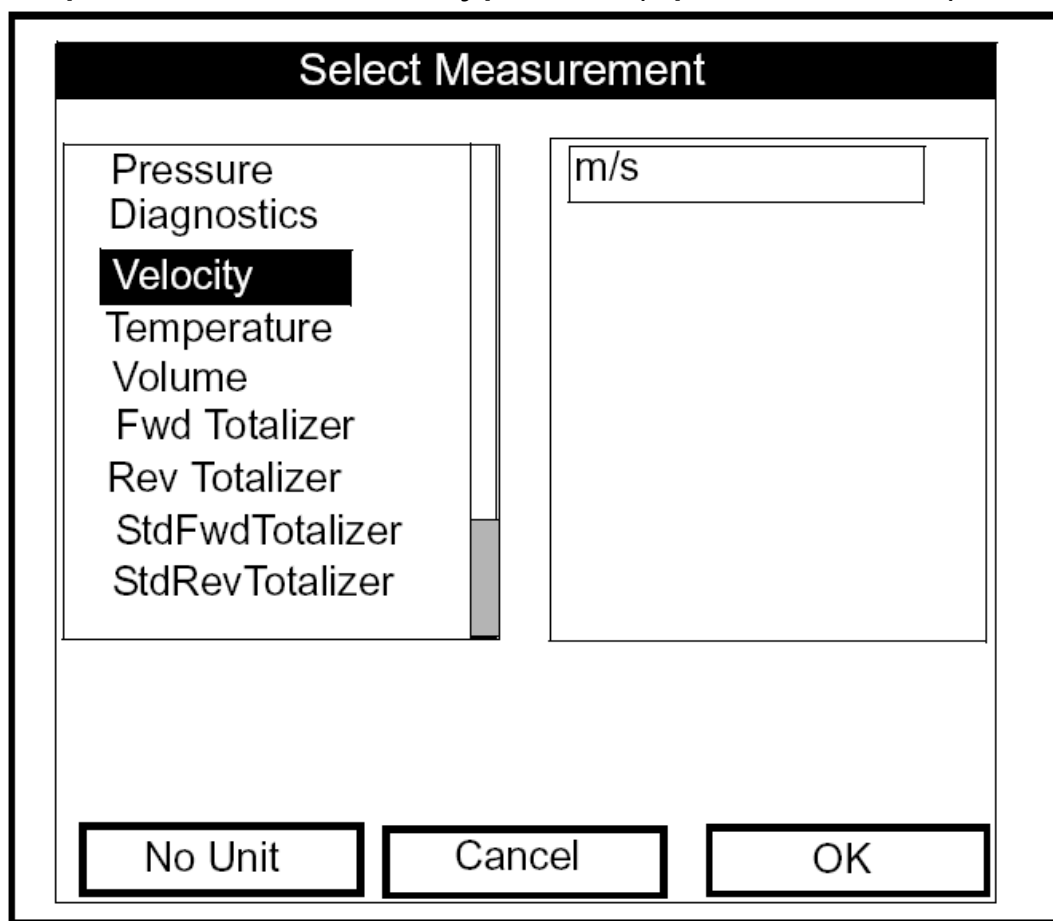

Рис. 8-7: Окно Select Measurements
1. Нажмите клавишу [ENTER] для открытия первого пункта. При этом откроется окно Select Measurement (выбор измеряемого параметра), подобное рис. 8-7 на следующей странице.